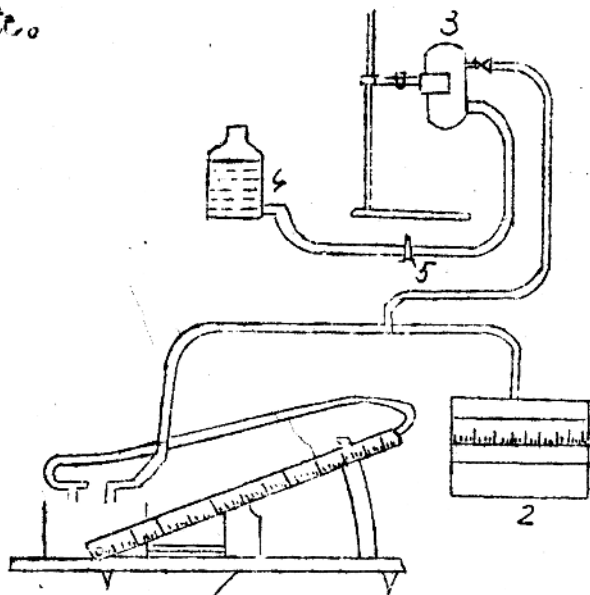

图1 膜盒式风压表校验系统
- (1) 与标准表比较的压力计，如图 1。
(1) 与标准压力表比较的压力计 (略，见(一)图 1)
活塞式压力计有两种形式, 一种是如图 1 所示, 其特点是有两个表接头, 在校验工业用压力计时, 不用砝码作为标准油, 而用标准的弹簧管压力计作为标准油 (0.2、0.35 或 0.6 级)。在使用时, 通往砝码座的油路是用阀门切断的, 砝码不起作用, 活塞式压力计只起加压泵的作用。